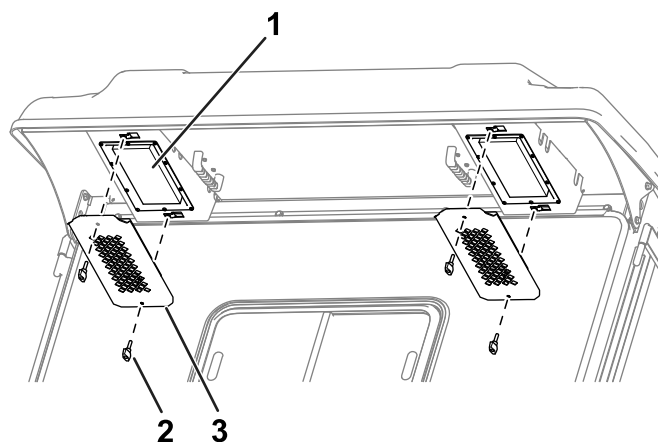

Figura 84
1. Retire los pomos y las rejillas del reborde trasero de la cabina (Figura 84).
4. Utilice los pomos y las rejillas para instalar los filtros en la cabina (Figura 84).